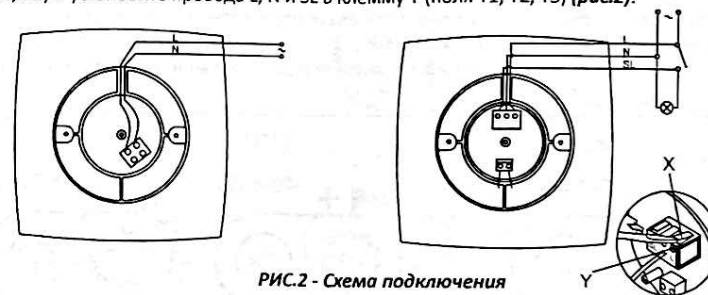

РИС.2 - Схема подключения
Электрическое соединение достигается за счет отворачивания шурупов (2), пока крышка (3) не будет освобождена. Затем подключить токовый кабель к клемме (Е), синий провод к N и коричневый или черный провод к L (рис.2). Закрепить крышку (3) к опоре, закрутив шурупы (2), затем установить маску (А) на верхние фиксаторы (7) и аккуратно прижать маску в нижней части до ее плотного налегания на нижние фиксаторы (7) (рис. 1). Устройство должно быть соединено токовым кабелем с поперечным сечением не менее 1,0 - 1,5 мм2.
Подсоединить токовый кабель с клеммой, используя верх тонкой отвертки так, что вы нажмете им на точки X (поля X1, X2, X2) и установите провода L, N и SL в клемму Y (поля Y1, Y2, Y3) (рис.2).